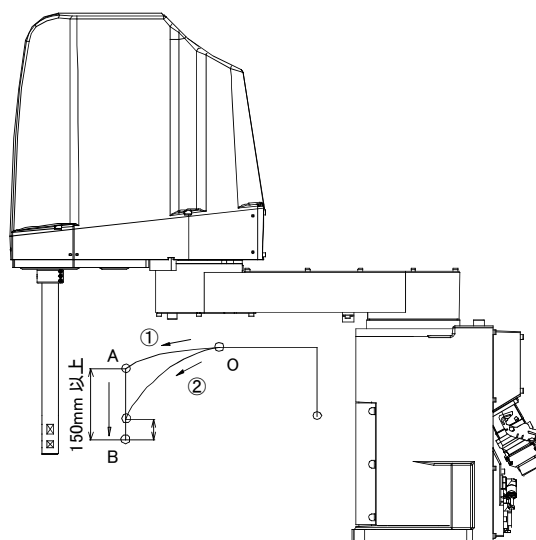

図 2-13 : Z 軸最下端で位置決めする場合の推奨経路
- 3) Z 軸最下端付近でワーク位置決めを行う場合、(上記 2) で効果がない場合) ①の動作(ロボット経路: $O \rightarrow A \rightarrow C$)を行ってください。②の動作(ロボット経路: $O \rightarrow B \rightarrow C$)の場合は残留振動が発生することがあります。(図 2-13 参照)